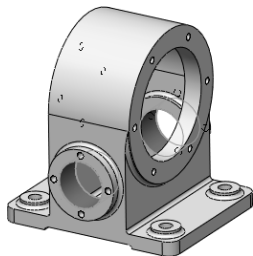

图 3-129 拉伸切除效果
STEP 6 执行拉伸切除操作，在前面创建的实体上，拉伸出一直径为 40mm，“完全贯穿”形式的孔，作为轴承孔，如图 3-129 所示。